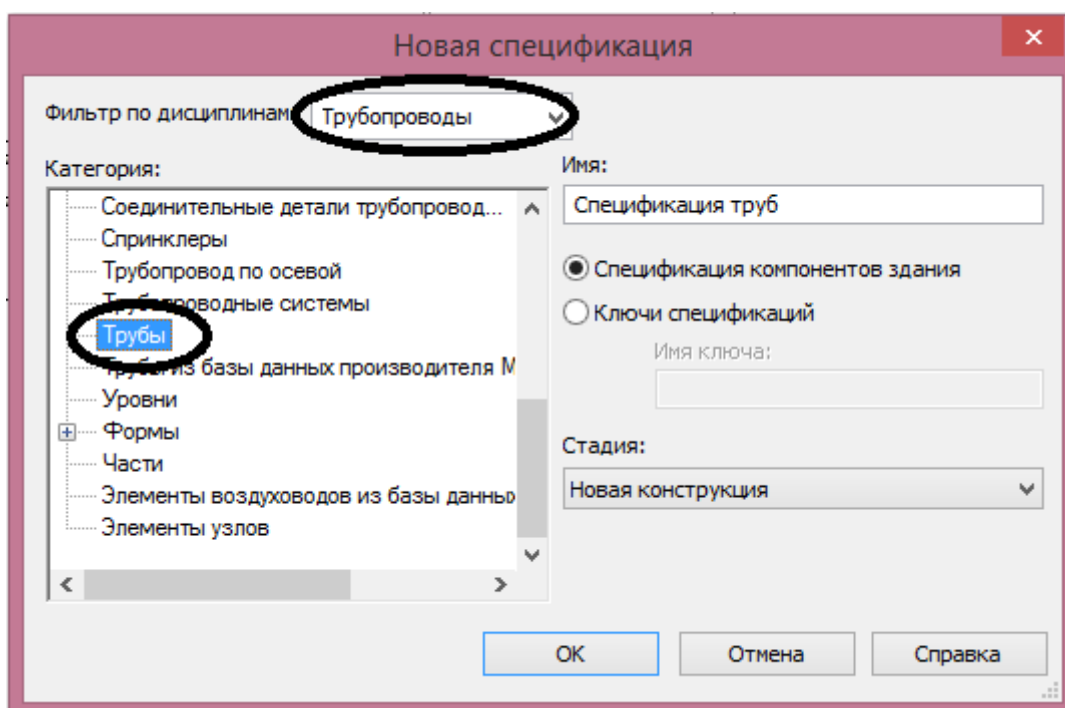

Рисунок 5.23. Диалог создания новой спецификации
3. В окне «Фильтр по дисциплинам» выбрать раздел «Трубопроводы» -> Категория «Трубы» (рисунок 5.23).